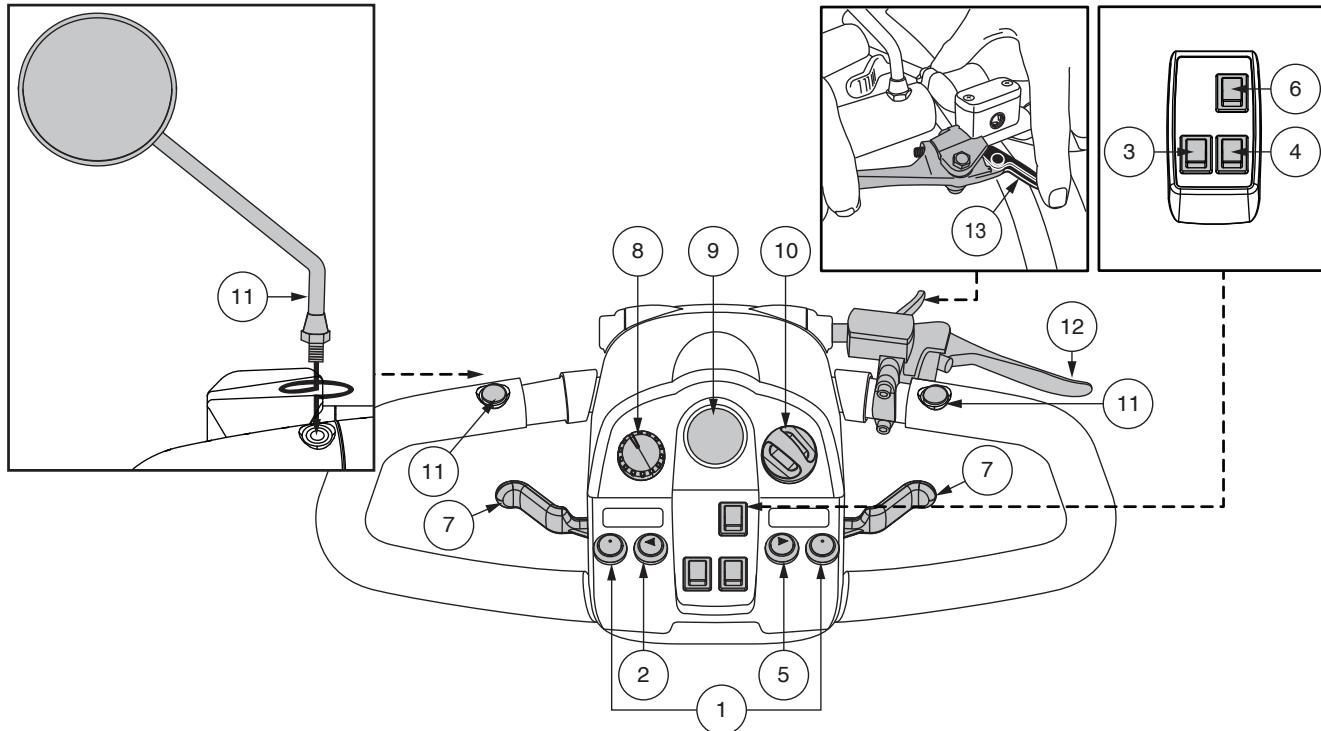
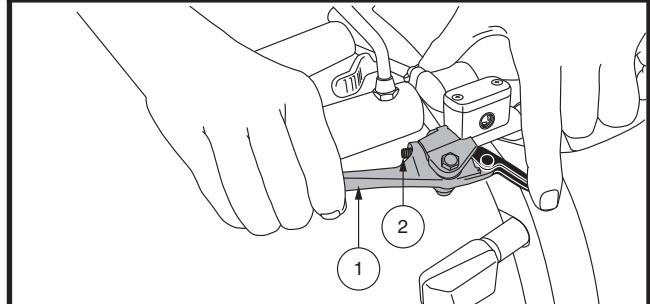

Figura 1. Consola del manillar
Figura 3. Palanca de freno de mano
**NOTE:** La efectividad del freno de mano, que es la rapidez con la que se detiene la scooter al apretar la palanca del freno de mano, se puede modificar apretando o aflojando el tornillo de fijación ubicado en la palanca del freno de mano. Ver figura 3.
**NOTE:** Si su freno de mano está equipado con una función de bloqueo como se muestra en la figura 1 o la figura 3, puede activar la función de bloqueo del freno apretando la palanca del freno de mano y girando o empujando la palanca de bloqueo para activar el bloqueo. Para liberar el bloqueo del freno de mano, apriete completamente la palanca del freno de mano. Consulte la figura 1 o la figura 3.